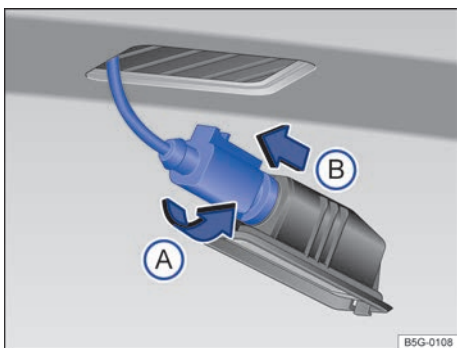

Fig. 167 Lanterna da placa de licença: desinstalar o suporte da lâmpada.
- 3 Girar o soquete da lâmpada no **sentido anti-horário** → Fig. 167 (A) e retirar o suporte junto com a lâmpada (B).
- 7 Posicionar o suporte da lâmpada na lanterna da placa de licença e pressionar no sentido contrário ao da seta (A) até o batente.